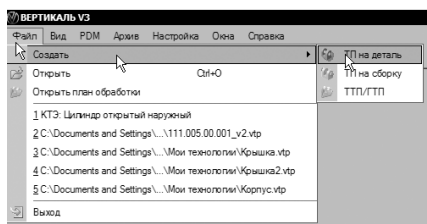
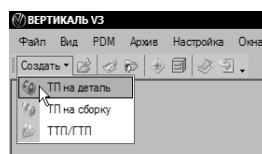

Рисунок 5
Рисунок 6
1. Выберите в основном меню **Файл – Создать – ТП на деталь** (рис. 5) или нажмите **Создать – ТП на деталь** на инструментальной панели (рис. 6).